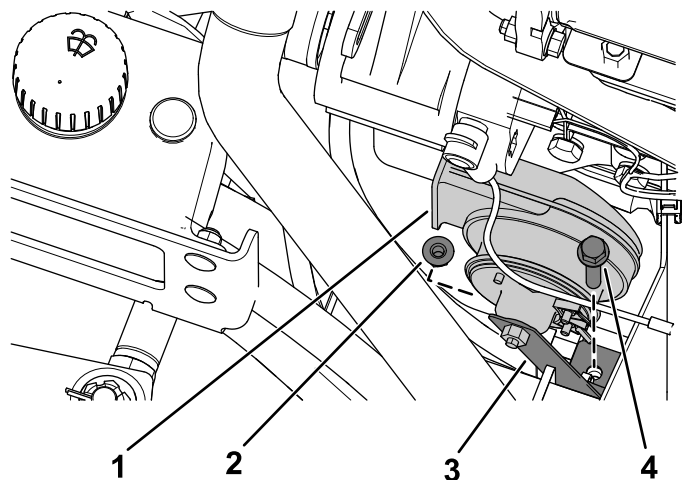

Bild 33
13. Befestigen Sie die Hupe mit der zuvor entfernten Schraube und Mutter am Montagewinkel der Hupe (Bild 33).